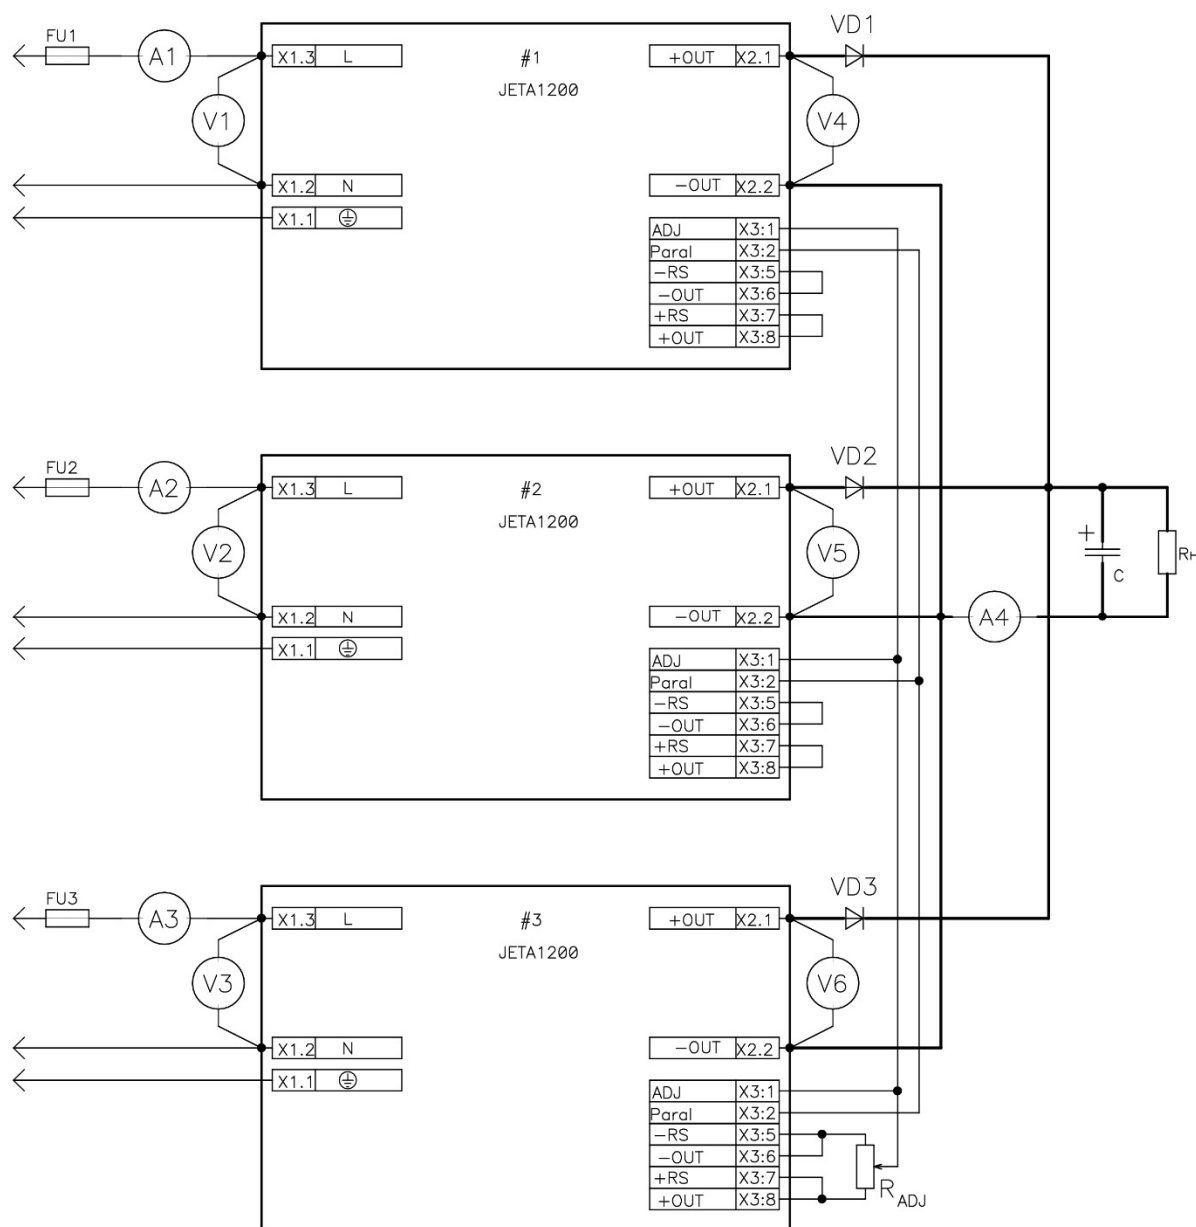

Рис. 4: схема общей регулировки выходного напряжения устройства с помощью вывода ADJ.
- Для проверки функции подстройки выходного напряжения необходимо собрать схему согласно рис. 4 с подключением внешнего подстроечного резистора Radj (поставляется в комплекте)